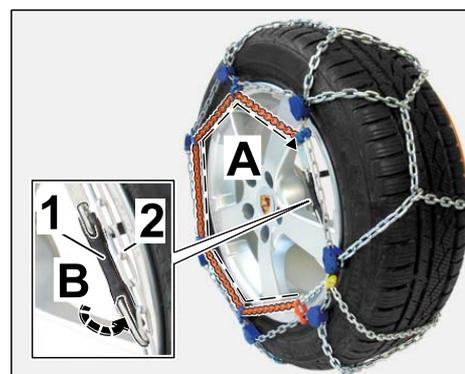
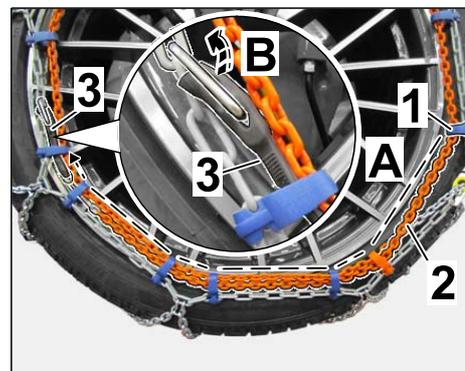

Fig. 13
Fig. 14
2.3.1 Guider tout d'abord la chaîne de serrage après la plaque de fermeture vers l'œillet en plastique de couleur orange (⇒ Fig. 13).
2.3.3 Faire passer le reste de la chaîne de serrage à travers les œillets en plastique restants par mouvements circulaires (⇒ Fig. 13-A-) sur toute la circonférence de la roue.
2.3.4 Si la chaîne de serrage ne prend pas fin avec le dernier œillet en plastique : enfiler à nouveau la chaîne de serrage par les œillet en plastique (⇒ Fig. 14 -A-).
2.3.5 Accrocher le crochet du tendeur en caoutchouc à un maillon de la chaîne externe (⇒ Fig. 13 -B- ou ⇒ Fig. 14 -B-) en le tendant légèrement.